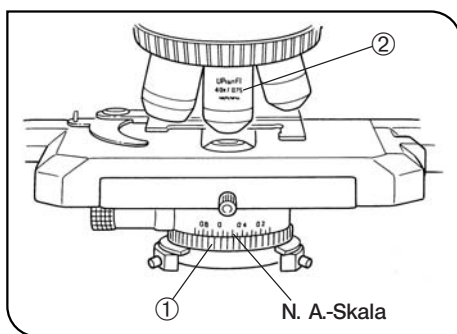

Abb. 35
Die Skala für die numerische Apertur des Kondensors auf ca. 80% des N. A.-Wertes ② des entsprechenden Objektivs einstellen. (Abb. 35)